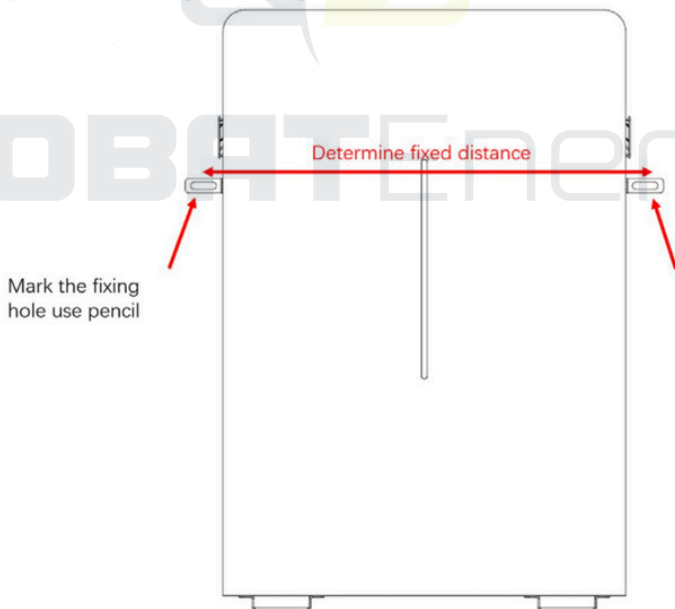

Figura 5-5
b) Așezați bateria pe partea laterală a peretelui, marcați locația orificiului de fixare, alegeți capul de găurit recomandat (cum se arată în imaginea de mai jos) pentru a găuri 2 găuri pe perete, adâncime de 100-110 mm, așa cum se arată în Figura 5 -2 și Figura 5-5.